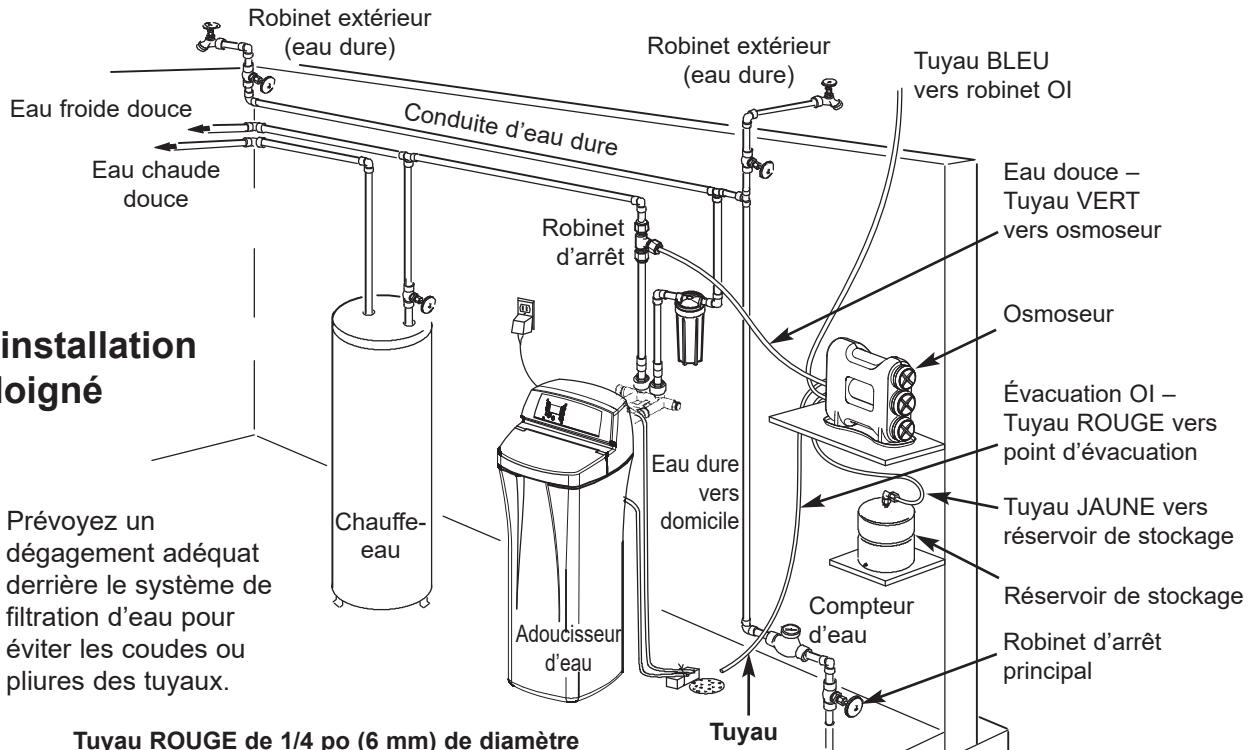

FIG. 11
Le tuyau d'évacuation de l'osmoseur débouche alors directement sur un collecteur, tel qu'ilustré par les Figures 11 et 12. Cette option s'applique souvent aux installations en un lieu éloigné.
- Repérez le tuyau rouge de 1/4 po (6 mm), puis vérifiez s'il est assez long pour couvrir la distance entre l'osmoseur et le point d'évacuation. Voir Fig. 11.